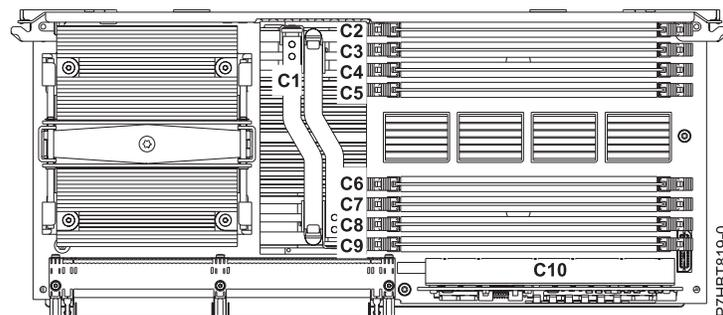

Abbildung 1. Speichermodulsteckplatzpositionen in Prozessorbaugruppe
9. Ermitteln Sie die Steckplätze, in die die Speichermodule eingesteckt werden sollen. Jede Systemprozessor-Baugruppe hat acht Speichermodulsteckplätze. Sehen Sie sich Tabelle 1 auf Seite 3 an, um sicherzustellen, dass die Speichermodule in jeder Prozessorbaugruppe gleichmäßig angeordnet werden. Stecken Sie die Speichermodule in die in der Tabelle gezeigten Steckplätze. Informationen zu den Speichermodulsteckplatzpositionen in der Systemprozessor-Baugruppe enthält Abb. 1 auf Seite 3.